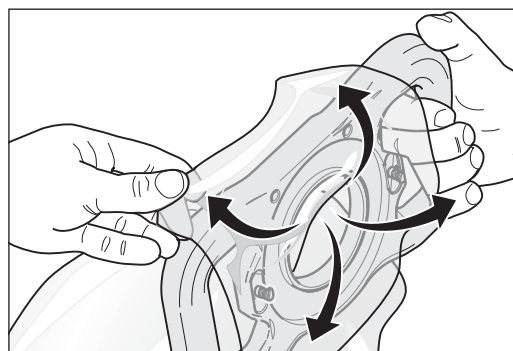

Abb. 20 Den Müllbeutel umstülpen.
- 9 Stülpen Sie den Müllbeutel von hinten über die Entleer- vorrichtung (Abb. 20).